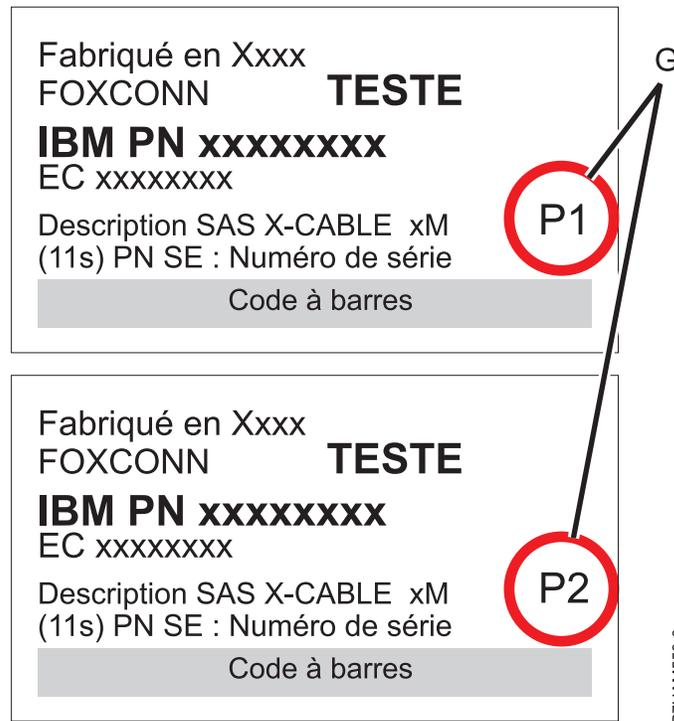

Figure 44. Etiquettes des câbles d'adaptateur SAS avec les identificateurs P1 et P2
- Le câble qui se branche sur l'adaptateur SAS indépendant 1 (C) comporte une étiquette avec l'identificateur P1 (G), comme illustré à la figure 44, à la page 78. Cet adaptateur n'accède à aucun autre adaptateur indépendant et accède uniquement aux baies d'unité D1 à D6.
- Le câble qui se branche sur l'adaptateur SAS indépendant 2 (D) comporte une étiquette avec l'identificateur P2 (G), comme illustré à la figure 44, à la page 78. Cet adaptateur n'accède à aucun autre adaptateur indépendant et accède uniquement aux baies d'unité D7 à D12.
- Le câble qui se branche sur l'adaptateur SAS indépendant 3 (E) comporte une étiquette avec l'identificateur P1 (G), comme illustré à la figure 44, à la page 78. Cet adaptateur n'accède à aucun autre adaptateur indépendant et accède uniquement aux baies d'unité D13 à D18.
- Le câble qui se branche sur l'adaptateur SAS indépendant 4 (F) comporte une étiquette avec l'identificateur P2 (G), comme illustré à la figure 44, à la page 78. Cet adaptateur n'accède à aucun autre adaptateur indépendant et accède uniquement aux baies d'unité D19 à D24.